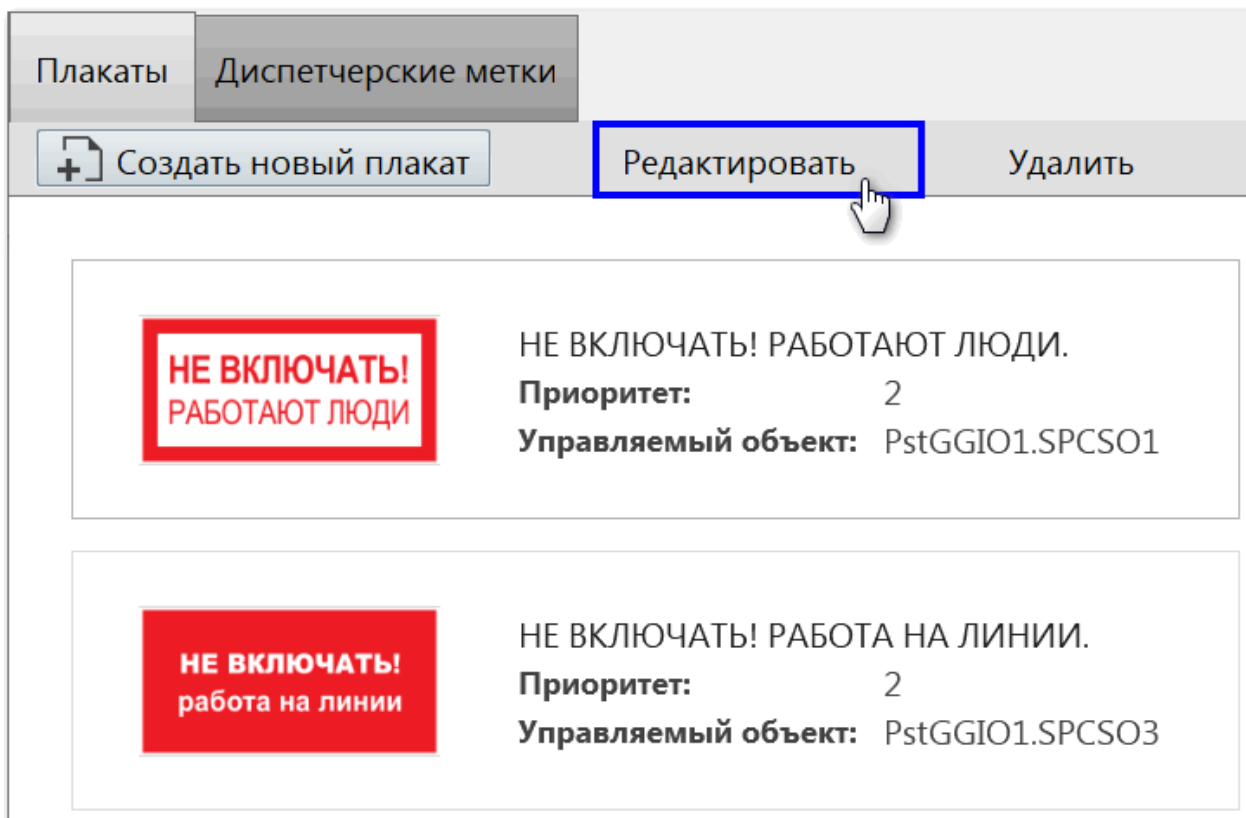

Рисунок 292 - Редактировать плакат
2. Нажмите **Редактировать** (Рисунок 292).